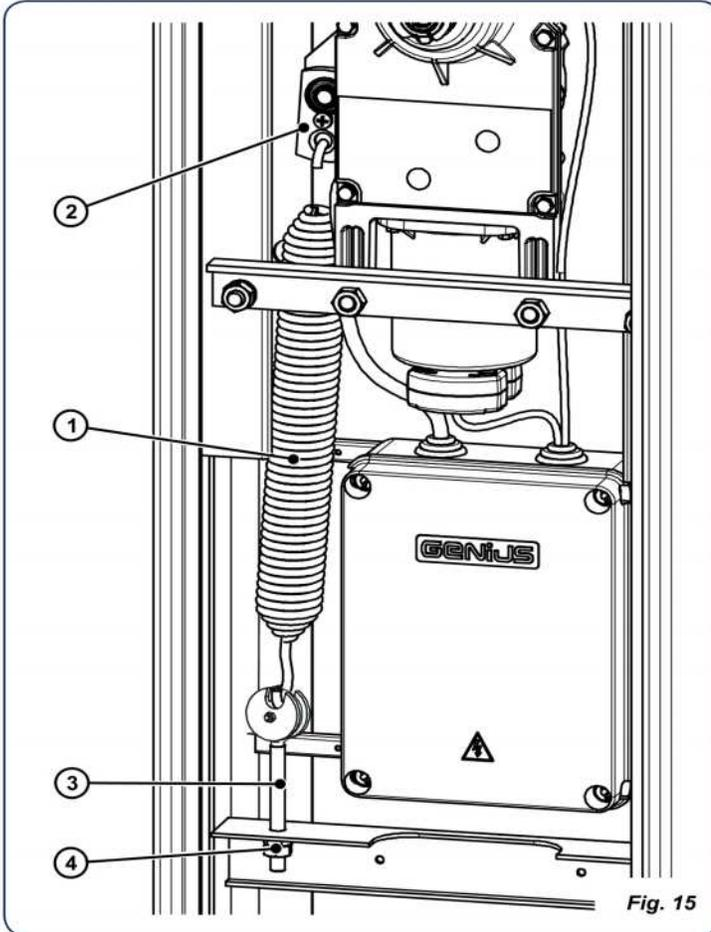

Fig. 15
5. Enrosque una de las dos tuercas de fijación, fig. 15 ref. ④, hasta recuperar completamente los juegos del muelle.